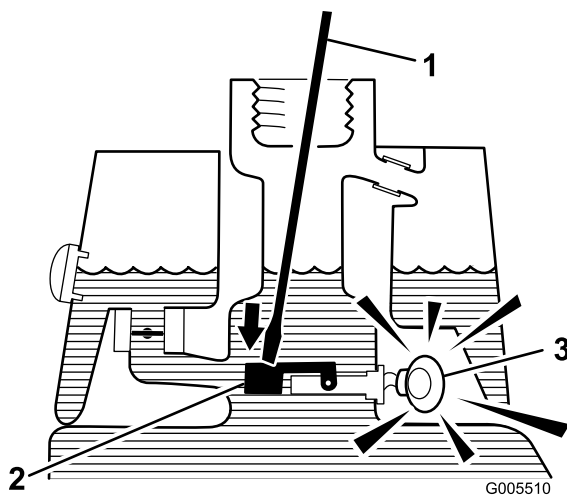

Figura 26
- Inserite nel collo del serbatoio un'asta o un cacciavite puliti, e premete con cautela l'interruttore galleggiante (Figura 26). Dopo un secondo dovrebbe scattare l'allarme.